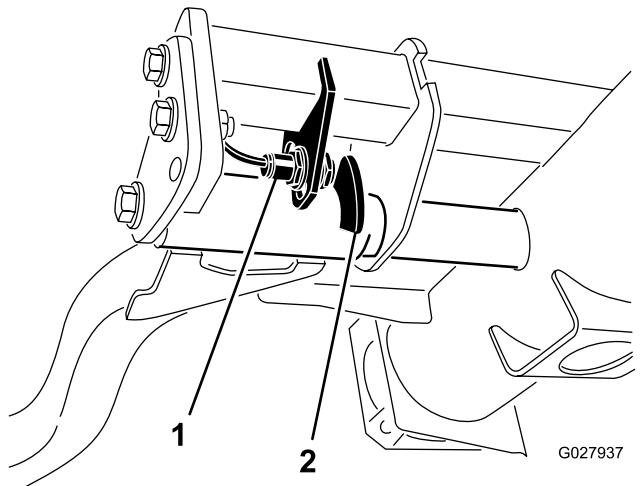

Figura 54
2. El interruptor del brazo de elevación está situado debajo del depósito de aceite hidráulico y detrás del brazo de elevación delantero derecho (**Figura 54**).
3. Afloje los tornillos de montaje del interruptor y desplace el interruptor hacia abajo para aumentar la altura de giro del brazo de elevación, o hacia arriba para reducir la altura de giro del brazo de elevación (**Figura 54**).